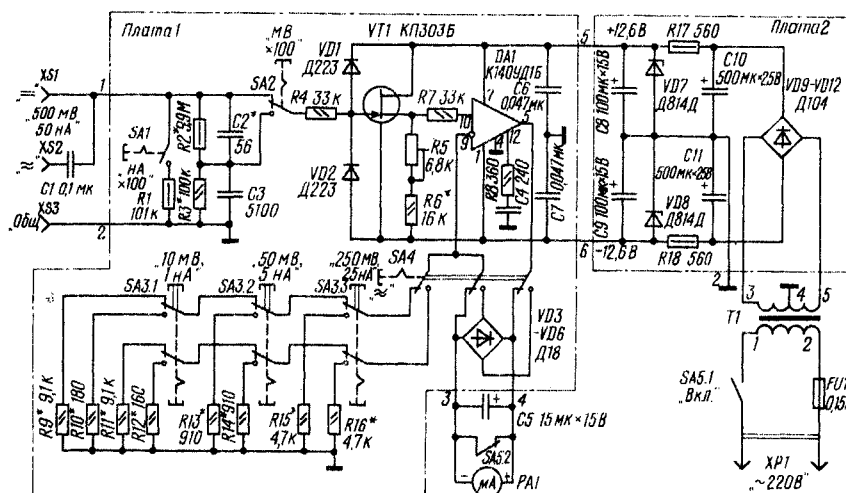

Рис. 1
**Принципиальная схема** прибора изображена на рис. 1. Он состоит из входного узла (R1—R3, C2, C3, SA1, SA2), истокового повторителя (VT1), усилительного каскада (DA1), устройства выбора пределов измерения и рода тока (R9—R16, SA3, SA4), измерительного узла (VD3—VD6, PA1, C5) и источника питания (T1, VD7—VD12, C8—C11, R17, R18).